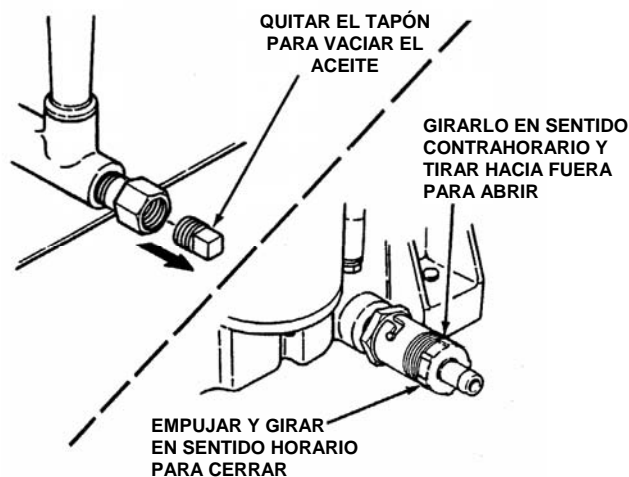

FIGURA 3.1
4. Coloque un recipiente de 2 litros de capacidad mínima debajo del extremo del vaciado de aceite. Abra el vaciado de aceite. Vea la figura 3.1 para los tipos de vaciados de aceite usados en los cortacéspedes de asiento de motor trasero.
5. Después de vaciado todo el aceite, cierre el vaciado y limpie con un trapo el aceite que pueda haberse derramado. Vea la figura 3.1. Deseche el aceite viejo (vaciado) de la manera debida.